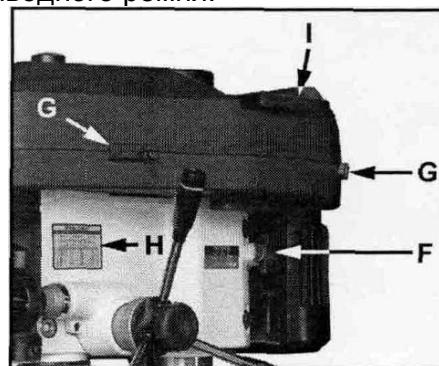

Рис.10
Сдвиньте два замка крышки (G, Рис.10), сдвиньте заслонку (I).
Сдвиньте два замка крышки (G, Рис.10) и за-